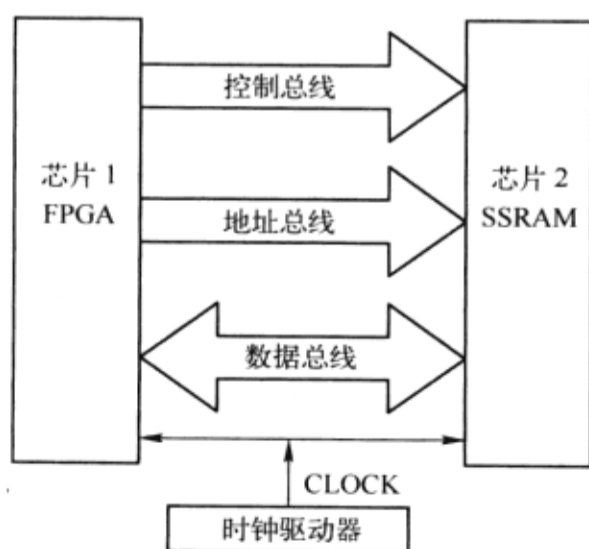
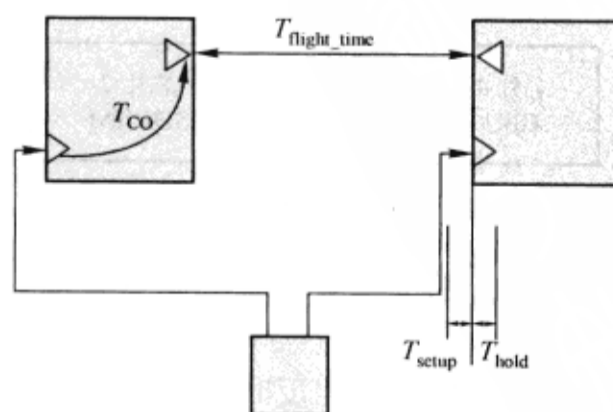

图 3-5-3 外同步原理图
图 3-5-4 外同步时序示意图
1) 外同步 外同步是指数据在两个芯片间传输时, 时钟由另一块芯片提供的信号类型。同步时钟不是由发送数据或接收数据的芯片提供的, 一般有独立的时钟驱动器。外同步方式时序分析的要点是用发送数据时钟的下一个时钟来接收数据。这种拓扑结构的应用场合非常多, 如 FPGA 的外接存储器 SSRAM, 如图 3-5-3 所示。图 3-5-4 所示的是外同步时序